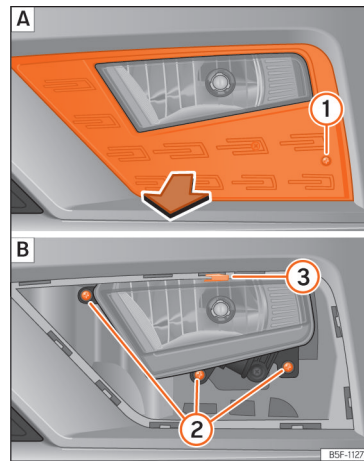
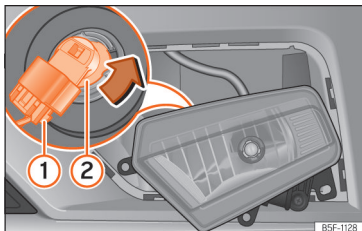

Fig. 61 Faro fendinebbia: estrarre la griglia.
Fig. 62 Faro fendinebbia: smontaggio del supporto lampade
- Rimuovere la vite »» fig. 61 ① A della griglia del faro fendinebbia servendosi di un cacciavite ed estrarre la griglia.
- Rimuovere le 3 viti »» fig. 61 ② B.
- Rimuovere la graffa metallica situata nella parte superiore del faro fendinebbia tirando verso l'esterno del veicolo ③ B ed estrarre il faro fendinebbia.
- Estrarre il connettore »» fig. 62 ① dalla lampada.
- Ruotare il portalamпада ② verso sinistra e tirare.